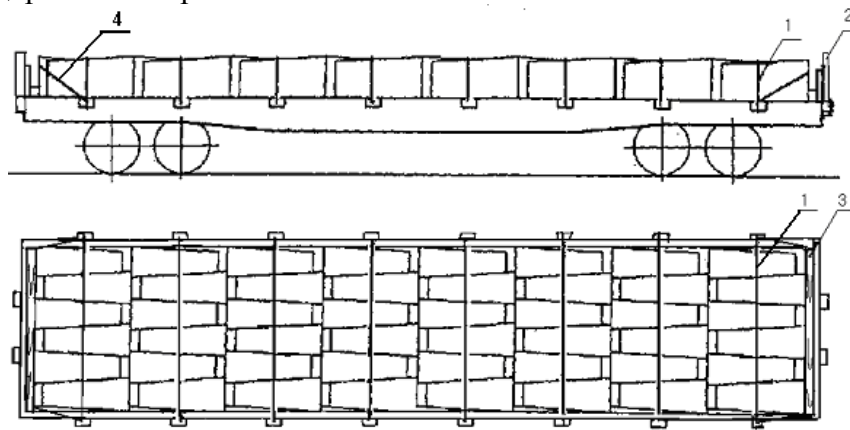

Рисунок 113
6.1. Изложницы массой единицы до 1,5 т включительно размещают на платформе (рисунок 113) в шесть рядов по ширине и в восемь рядов по длине вагона. Каждый ряд изложниц закрепляют обвязками (поз. 1) из проволоки диаметром 6 мм в две нити за стоечные скобы платформы. Изложницы, размещенные у торцевых бортов в крайних рядах, увязывают между собой за имеющиеся на них скобы и за стоечные скобы платформы обвязкой (поз.4) из проволоки диаметром 6 мм в восемь нитей. У каждого торцевого борта платформы укладывают по одному поперечному упорному брусу сечением не менее 100х100 мм и длиной, равной ширине платформы. Каждый брус прибивают к полу десятью гвоздями диаметром 6 мм и длиной не менее 150 мм. Торцевые борта платформы подкрепляют короткими стойками.